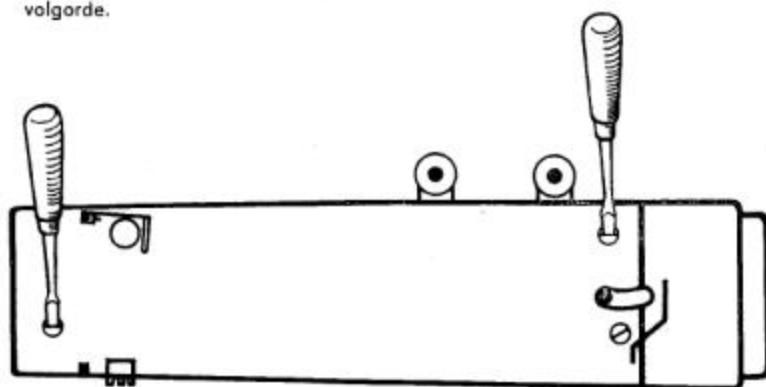

fig. 32
- Programmeuzeknop (22) op 1 stellen
- Schroeven zoals in fig. 32 losdraaien